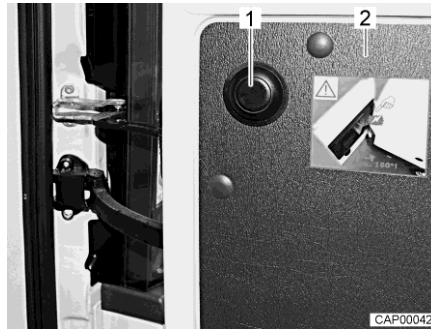

Bild 10 Tryckknapp för att frigöra begränsningen
- Öppna bakdörr (Bild 10,2) till anslag.
- Tryck tryckknapp (Bild 10,1), håll fast bakdörren och öppna försiktigt på nytt.